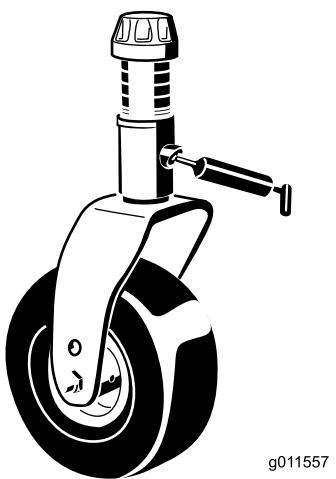

Рисунок 41
- Втулки валов вилок поворотных колес (2 шт.) (Рисунок 41)